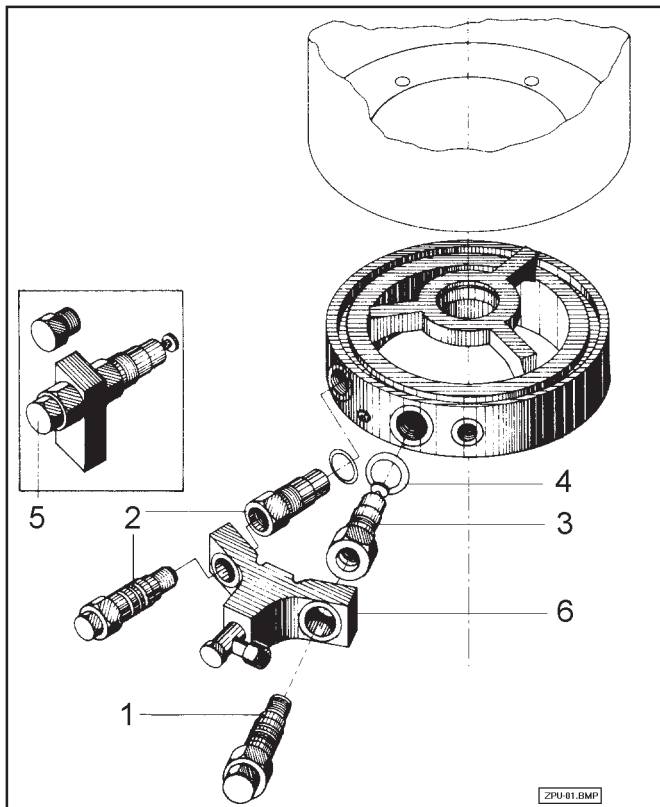

Fig. 3 Cambio de elementos de bomba
- Desenroscar el elemento individual (pos. 5, fig. 3) en el muñón roscado (de 32)